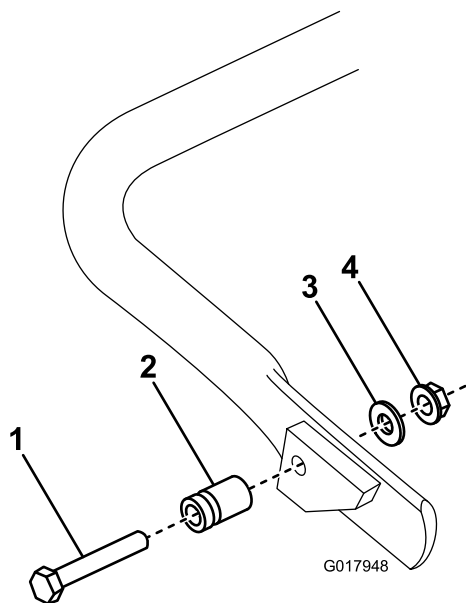

Figura 5
1. **Solo su GR1600**, collegate il prigioniero a molla al lato destro del cavalletto (Figura 5) utilizzando bullone, rondella, dado a testa flangiata in dotazione.